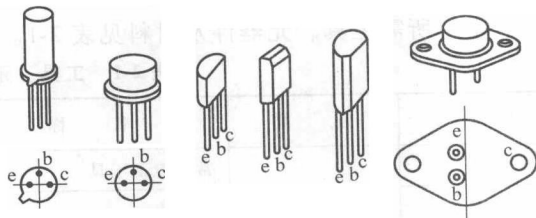

图 2-4 晶体管的外形图
(4) 外形图 部分晶体管的外形如图 2-4 所示。
(5) 种类 在实际应用中,从不同的角度对晶体管可有不同的分类方法:按构成材料分,有硅管和锗管;按结构分,有 NPN 型晶体管和 PNP 型晶体管;按工作频率分,有高频